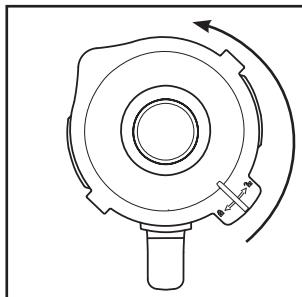

Abb. 1
- 2) Entfernen Sie den Deckel **2**, indem Sie ihn so weit gegen den Uhrzeigersinn Richtung Position drehen (siehe Abb. 1), bis Sie ihn nach oben abziehen können.